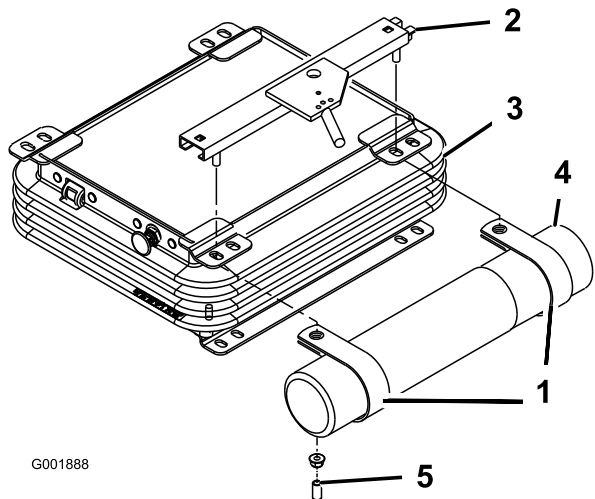

Figura 7
2. Remova as 2 porcas e as cunhas de vinil (se estiverem instaladas) que fixam o suporte superior do banco no lado esquerdo da suspensão do banco (Figura 7).
3. Monte, sem apertar, as braçadeiras R nos pernos do suporte do banco com as 2 porcas que retirou anteriormente (Figura 7). As braçadeiras R são posicionadas debaixo das patilhas da suspensão do banco.